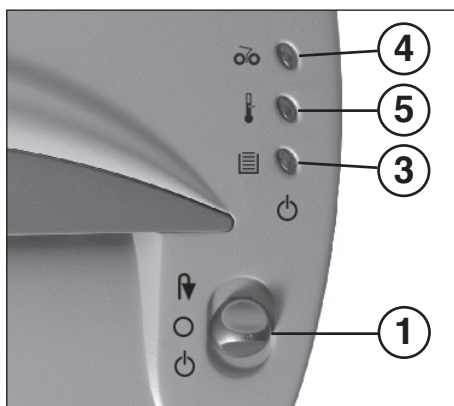

Abb. 1
- 1 = Funktionsschalter (Abb. 1)**
- 3 = Kontroll-Anzeige (Abb. 1)**
- 4 = Kontroll-Anzeige „Materialstau“ (Abb. 1)**
- 5 = Kontroll-Anzeige (Abb. 1)**
- Funktionsschalter (1) (Abb. 1) in Stellung „“ schalten. Die Kontroll-Anzeige (3) (Abb. 1) leuchtet auf (grün).
Achten Sie darauf, daß das Gerät über Nacht ausgeschaltet ist (Funktionsschalter (1) (Abb. 1) in Stellung „O“ schalten).
- Die Kontroll-Anzeige (4) (Abb. 1) leuchtet auf.
- Funktionsschalter (1) (Abb. 1) **kurz** in Stellung „I“; (Material wird freigegeben) danach in Stellung „O“ schalten.
- Die Kontroll-Anzeige (4) (Abb. 1) erlischt.
**Papierstau im Papierzuführschacht (6)**
- Zurückgeführtes Papier knapp über dem Einlaßschlitz abreißen, danach den Funktionsschalter (1) (Abb. 1) in Stellung „O“ schalten.
**Materialstau im CD/DVD-Zuführschacht (7)**
- Funktionsschalter (1) (Abb. 1) in Stellung „O“ schalten.
Sollte der Motor überfordert werden, so schaltet er ab. Die Kontroll-Anzeige (5) (Abb. 1) leuchtet auf. Schalten Sie das Gerät am Funktionsschalter (1) (Abb. 1) aus (Stellung „O“). Nach einer Abkühlzeit von ca. 25-30 Minuten (je nach Raumtemperatur) können Sie das Gerät erneut starten.